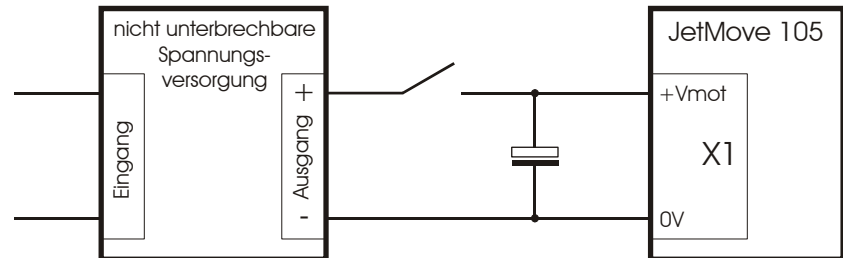

Abb. 9: X1-Anschluss - Alternative Begrenzung des Einschaltstroms
- Installieren Sie einen externen Ladekondensator nahe am JetMove 105, wenn die Entfernung des Netzteils zu JetMove 105 größer als 20 m beträgt. Der Ladekondensator muss eine hohe Wechselstrombelastung aushalten. Elektrolytkondensatoren erfüllen diese Anforderung. Siehe Abb. 9.